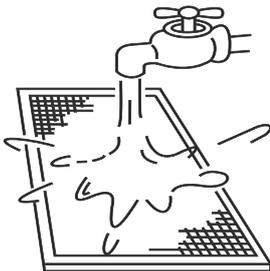

Fig.6-3
- El aire interior debe estar dirigido hacia abajo si usa agua limpia. (consulte la fig. 6-3).